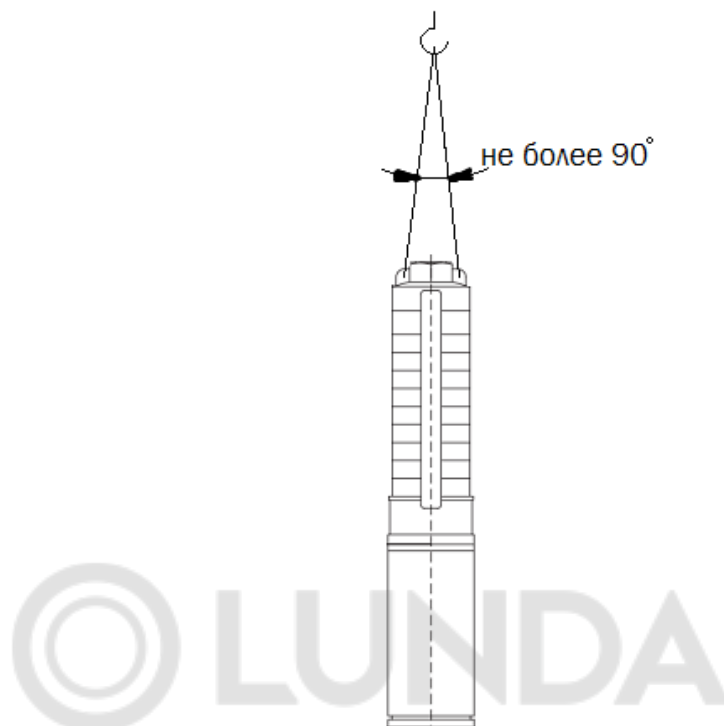

Рисунок 4 Схема строповки агрегата электронасосного
При подъеме агрегата электронасосного SM строповку производить за строповочные проушины (возможно с применением скоб такелажных) по схеме приведенной на рис. 4.
**ЗАПРЕЩАЕТСЯ ПОДНИМАТЬ АГРЕГАТ ЭЛЕКТРОНАСОСНЫЙ SM ЗА МЕСТА, НЕ ПРЕДУСМОТРЕННЫЕ СХЕМОЙ СТРОПОВКИ (см. рис. 4)!!!**